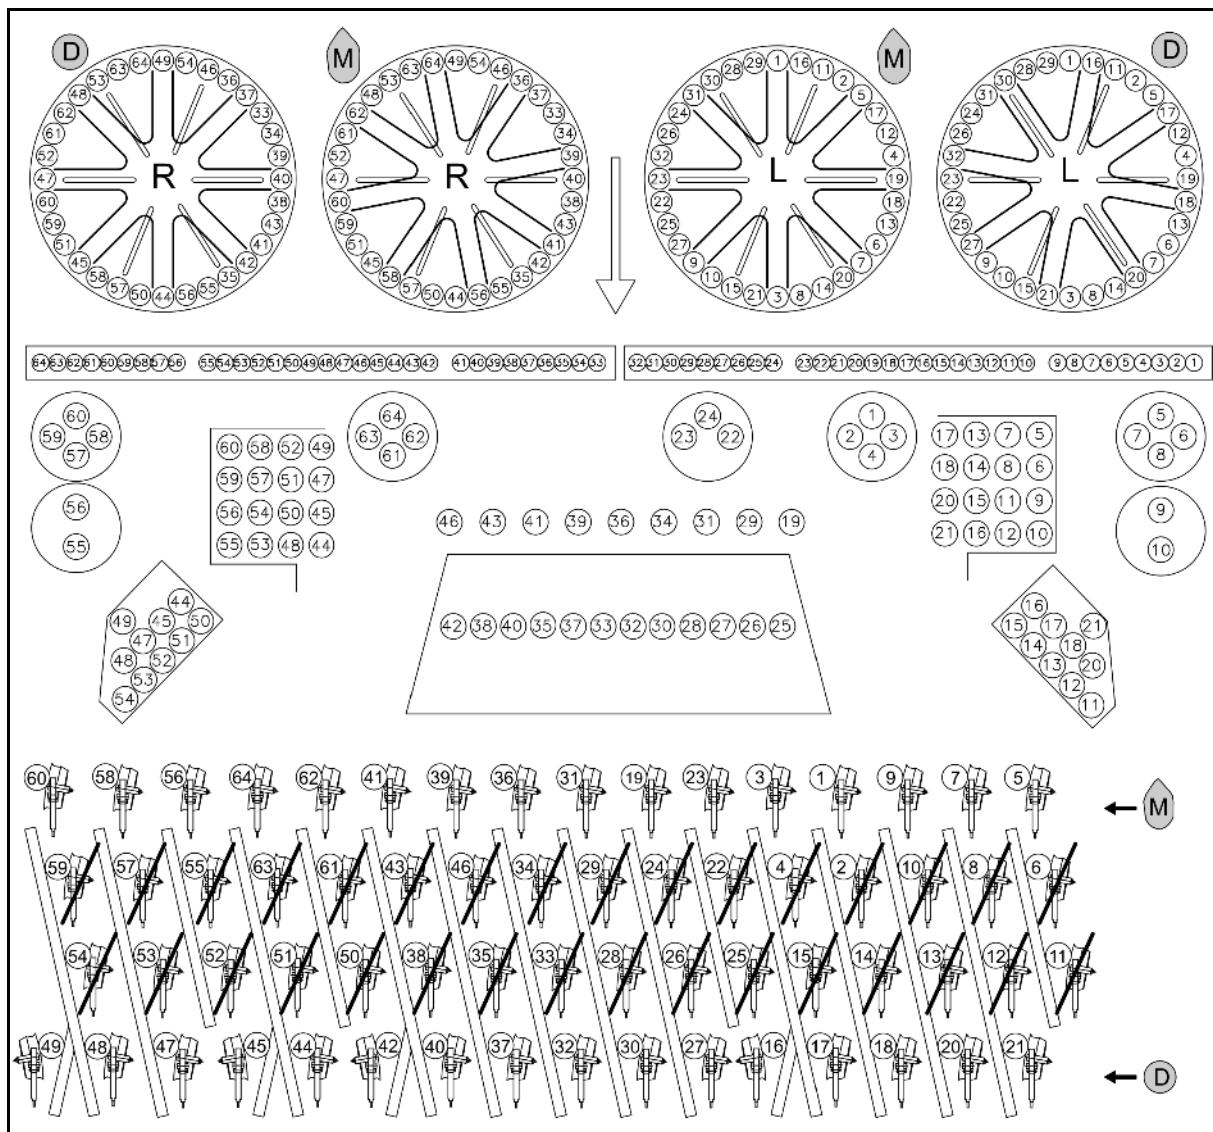

Рис. 34
- Кукуруза : установите заслонки согласно Рис. 34
- Удобрения : установите заслонки согласно Рис. 34